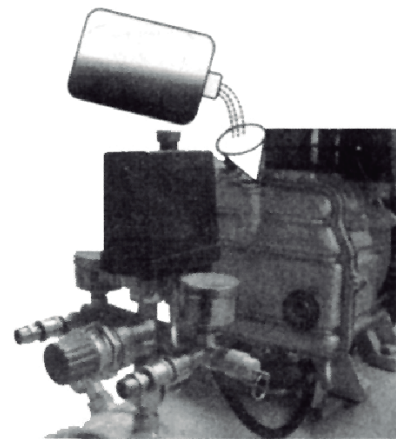

Fig. 4
10.2. Limpie el nivel de aceite después de cada 20 horas de trabajo, y reponga si es necesario (Fig.4).